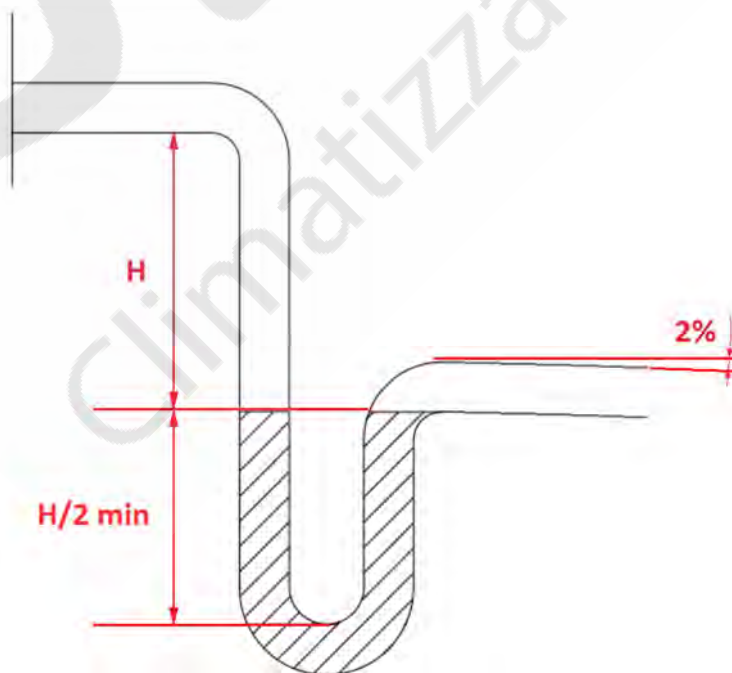

Figura 2 - Altezza del sifone di scarico condensa ($H + H/2 + \varnothing$ tubo)
- Eseguire il collegamento ai tubi di scarico condensa in acciaio inox con 2 tubi in gomma flessibile (\varnothing interno 20 mm) e assicurarsi che il collegamento sia a tenuta. Su ogni tubazione di scarico va eseguito un sifone correttamente dimensionato come indicato in Tabella 1 e Figura 2; l'altezza (H) minima è calcolata tenendo conto delle condizioni di lavoro standard dell'unità, mentre l'altezza ottimale considera la prevalenza totale del ventilatore (quindi permette un corretto scarico condensa in qualsiasi condizione).